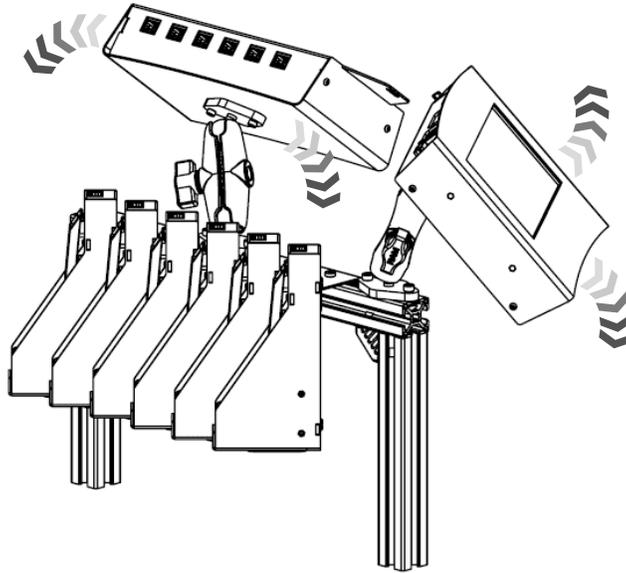

Figura 10
- Ajuste la posición del controlador y concentrador a la posición deseada para ver y tener una operación segura como se muestra en la Figura 10.